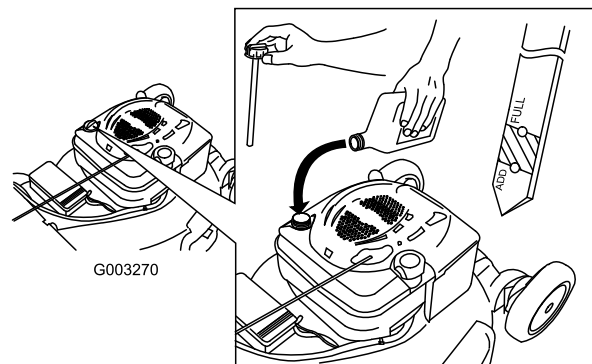

Figura 39
4. Vierta **lentamente** aceite en el tubo de llenado hasta que el nivel llegue a la marca Full de la varilla (Figura 39). **No llene demasiado.** (Capacidad máxima: 0,59 l, tipo: SAE 30, aceite detergente con clasificación de servicio API SF, SG, SH, SJ, SL o superior.)